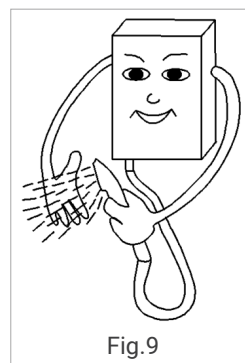

Fig.9
- (1) Gire el botón de regulación del caudal de agua para controlar el caudal de agua y su temperatura del agua y su temperatura.
- (2) Gire el mando de regulación del gas para controlar la llama del quemador para controlar la temperatura del agua caliente.
- (3) Cierre la válvula de salida de agua caliente y el aparato dejará de funcionar automáticamente.
- Compruebe la temperatura del agua con la mano antes de ducharse, para evitar quemaduras (Fig.9).